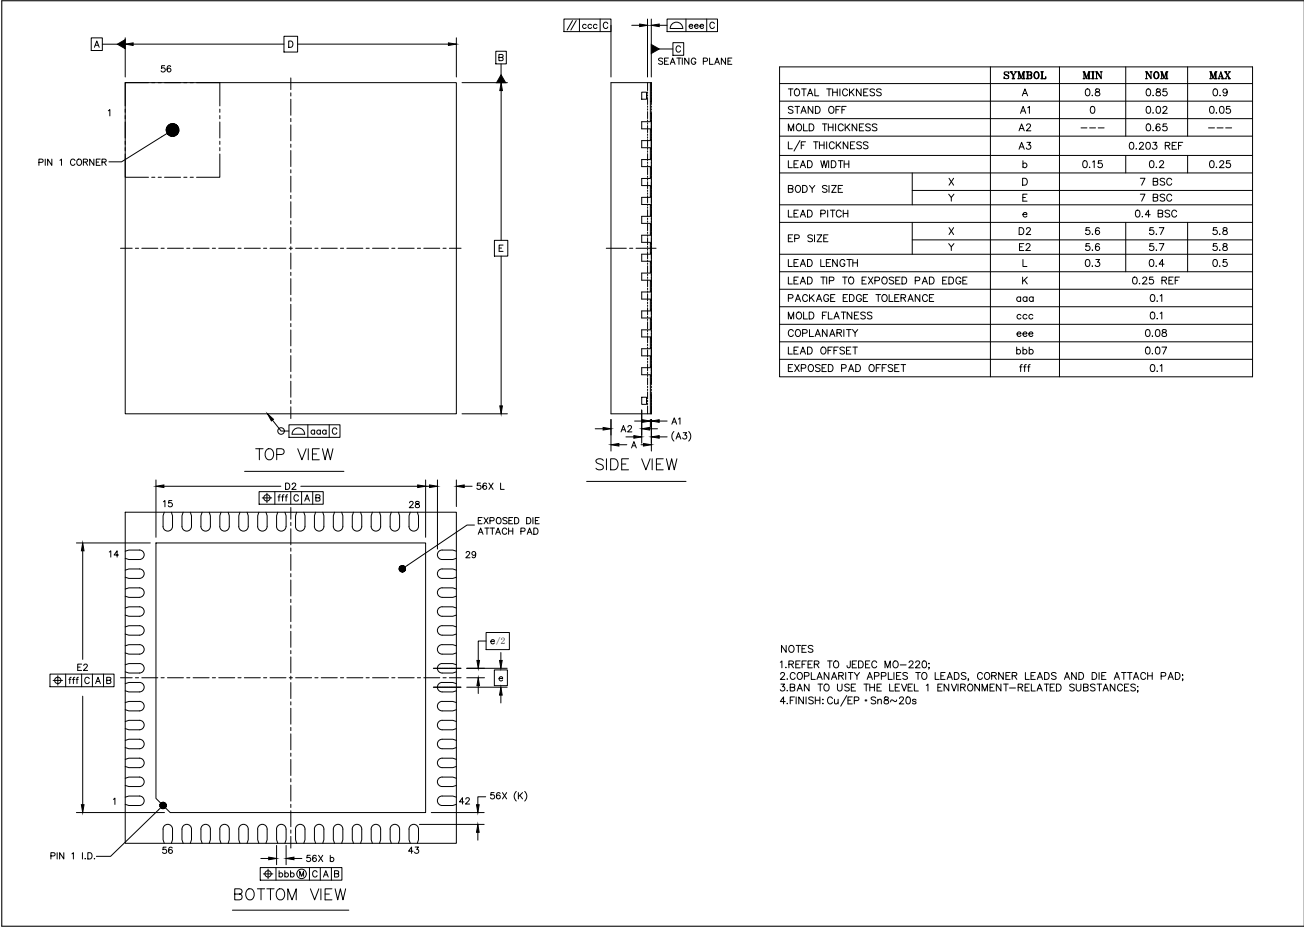

图 5-2. QFNWB (7×7 mm) 封装（仅适用于 ESP32-S3FH4R2）
- ESP32-S3FH4R2 芯片的封装除 EPAD 尺寸更大外，与其他 ESP32-S3 芯片封装相同。ESP32-S3FH4R2 芯片同样可使用 源文件 \(dxf\)，但需更改其中的 EPAD 尺寸（具体见图 5-2 中的 D2 和 E2）。